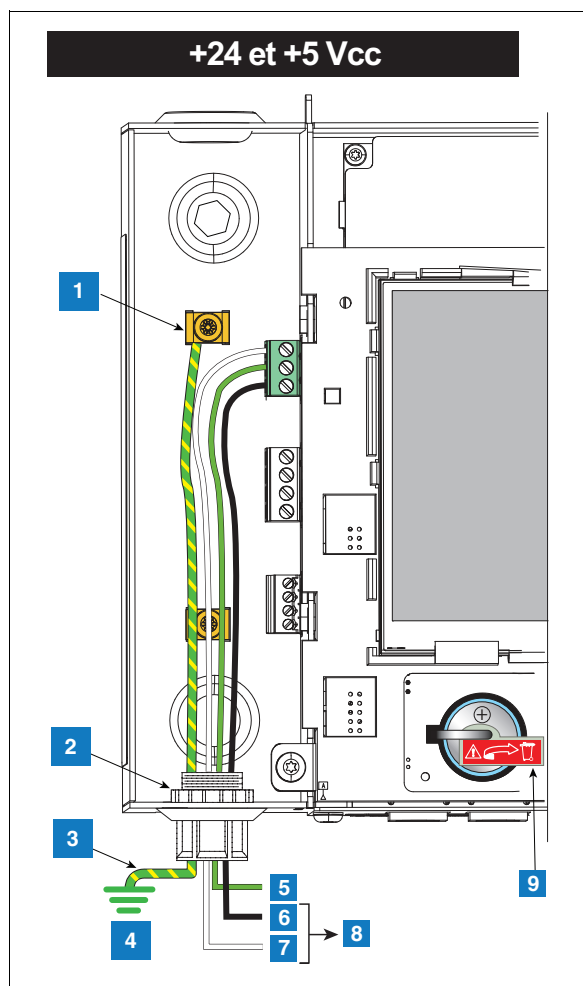

Figure 6. Câblage d'alimentation CC à la console
3. Raccordez les fils d'alimentation CC comme illustré à la Figure 6.
LEGENDE DE LA Figure 6